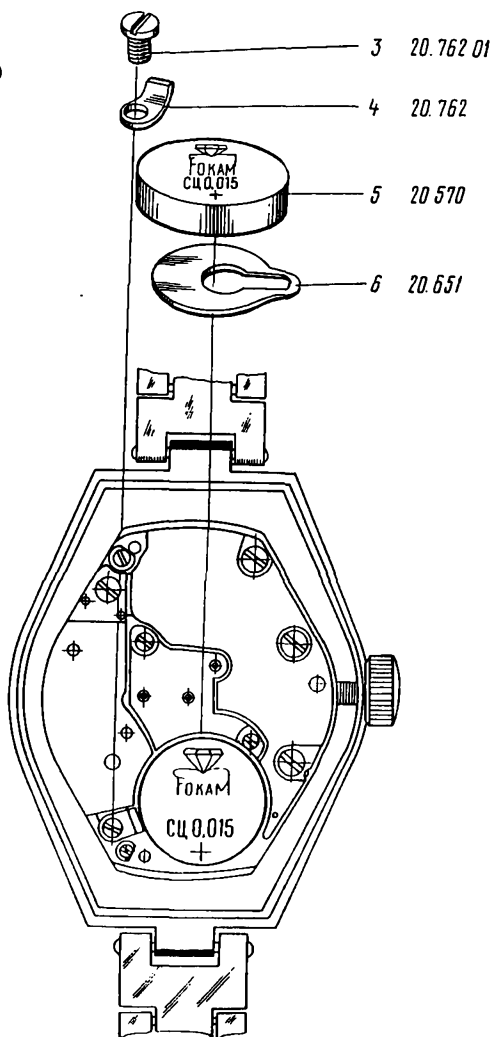

Рис. 93
4. Отвернуть и снять винт 3 токосъемника бокового (рис. 93)